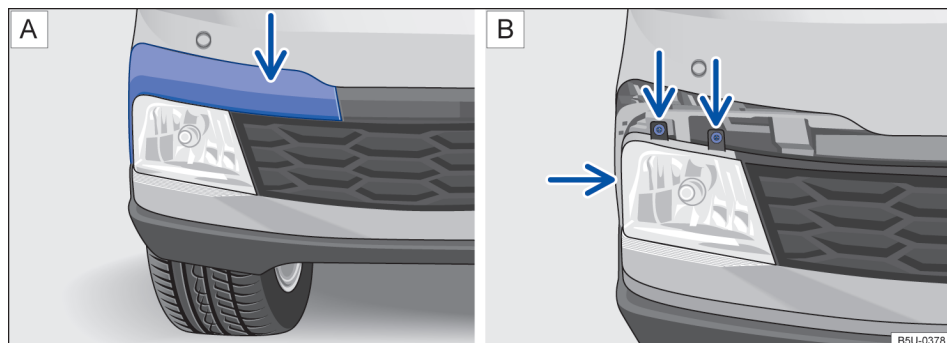

Fig. 144 No para-choque dianteiro: [A] desinstalar a moldura do farol de neblina e [B] retirar os parafusos do farol de neblina.
2. Desencaixar a moldura, cuidadosamente → ⓘ, primeiramente pelo local indicado pela seta → Fig. 144 [A]. Remover completamente para acessar os parafusos do farol de neblina.
3. Remover os parafusos de fixação indicados pelas setas → Fig. 144 [B].